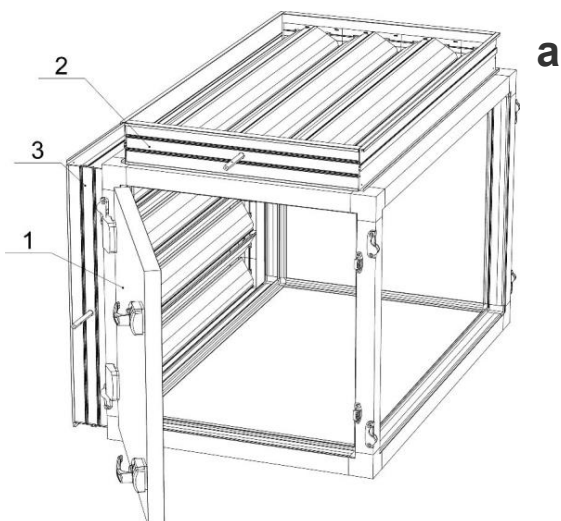

Abbildung 6.7.1 -
1. Einstufiges Mischteil mit zwei Klappen außen (Abbildung 6.7.1 / **(a)**)